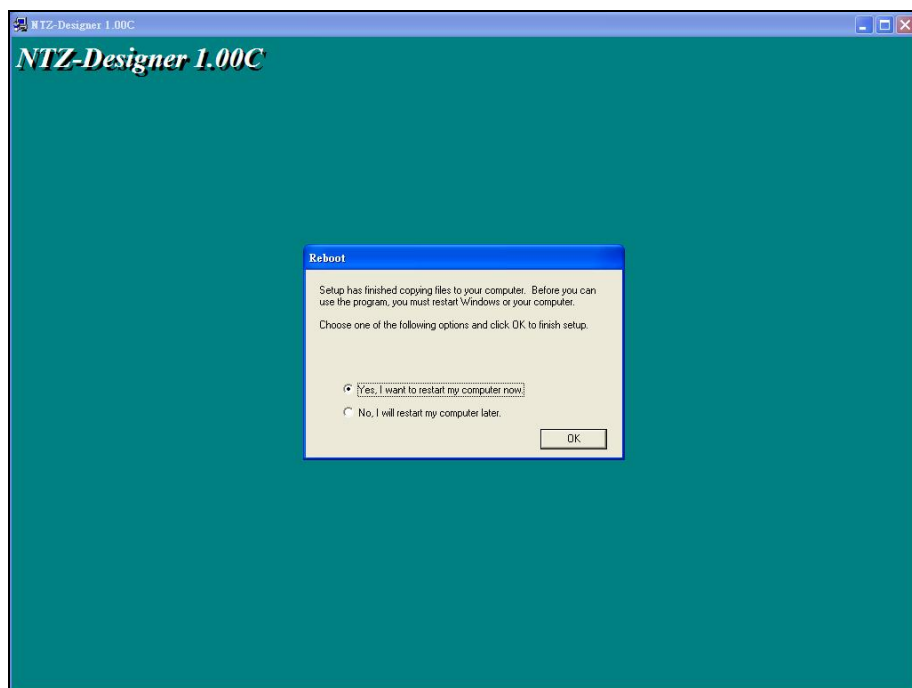

图 2-1-7 结束安装画面
6. 安装完成后，您可选择重新开机或是稍后开机。系统建议方式为重新开机（图 2-1-7）。